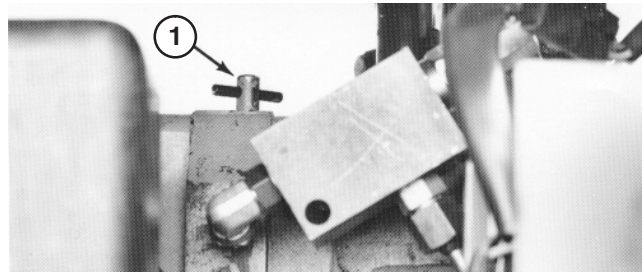

Figure 16
1. Localisez la vanne de dérivation sur la transmission (Fig. 16) et tournez-la dans le sens anti-horaire de 1/2 à 1 tour. En s'ouvrant, la vanne ouvre un passage à l'intérieur de la pompe ; et l'huile de transmission est ainsi mise en dérivation. Il est alors possible de pousser la machine sans endommager la transmission.